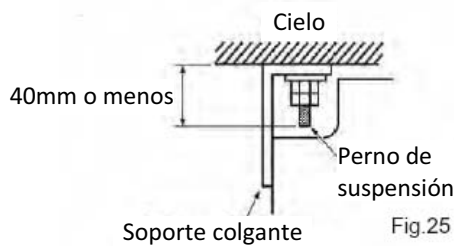

Fig.25
- Ajuste la distancia de la unidad a la losa de cielo con anterioridad (Ver Fig. 25)